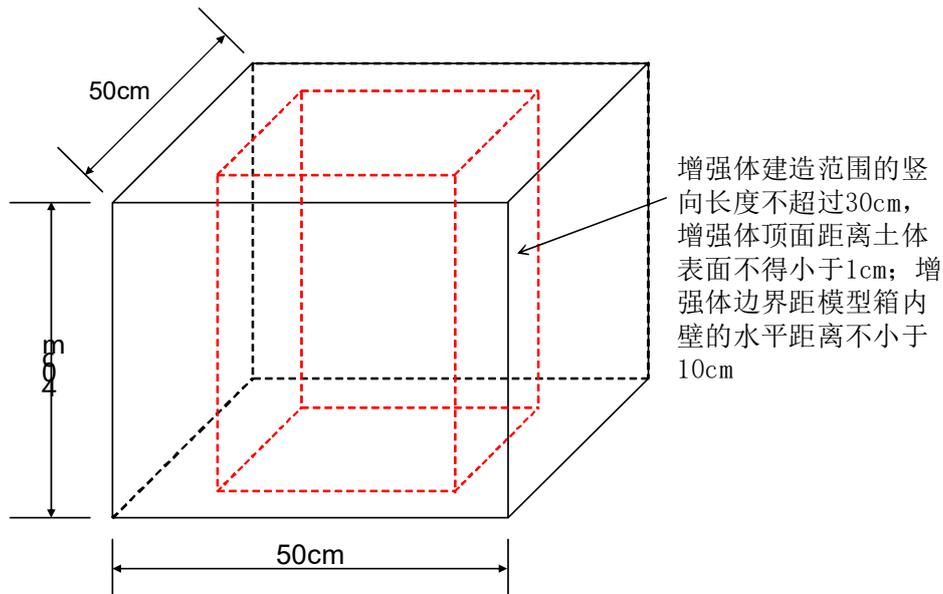

图 1 模型箱尺寸示意图
(1) 木制的模型槽，内壁尺寸 50cm×50cm×40 cm（长×宽×高），如图 1 所示。
- (1) 橡胶颗粒必须填埋至模型箱顶面标高，且施工中不允许采用“搅拌、振捣、击实”等加密方法。
- (2) **增强体材料出现区域均被视为增强体建造范围**，具体尺寸详见图1。
- (3) 本次现场比赛所用百分表和百分表支架由各参赛队自备，具体规格见附件四。参赛队伍自备的百分表需要带计量合格证书。在报到时各参赛队伍需上交百分表，由主办方进行检查。